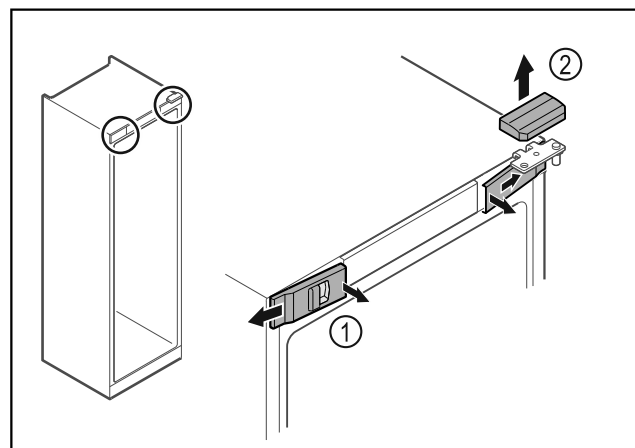

Fig. 18
- ▶ Décoller les caches avant Fig. 18 (1) du côté intérieur et les retirer vers l'extérieur.
- ▶ Retirer le cache supérieur Fig. 18 (2) vers le haut.